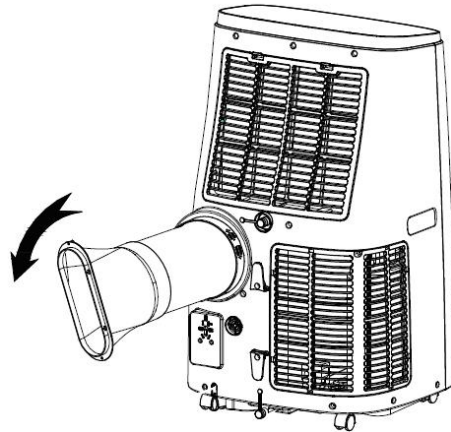

Figura 1
- 2) Insertar el conjunto de tubo de calor (el extremo de la articulación de escape) en la ranura de panel de ventilación de vuelta (pulse a la izquierda) y complete el montaje (como se muestra en la figura 1).